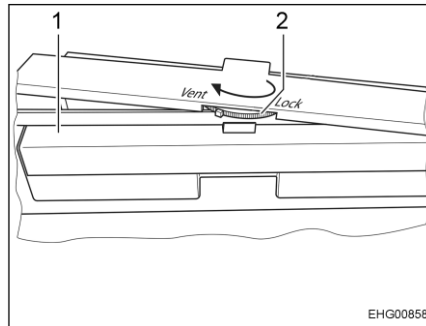

Bild 56 Verriegelungsrad an Kühl-
- Verriegelungsrad (Bild 56,2) bis zum Anschlag in Stellung "Vent" drehen.
- Tür (Bild 56,1) vorsichtig so weit schließen, bis sie einrastet. Die Tür ist in leicht geöffneter Stellung arretiert.